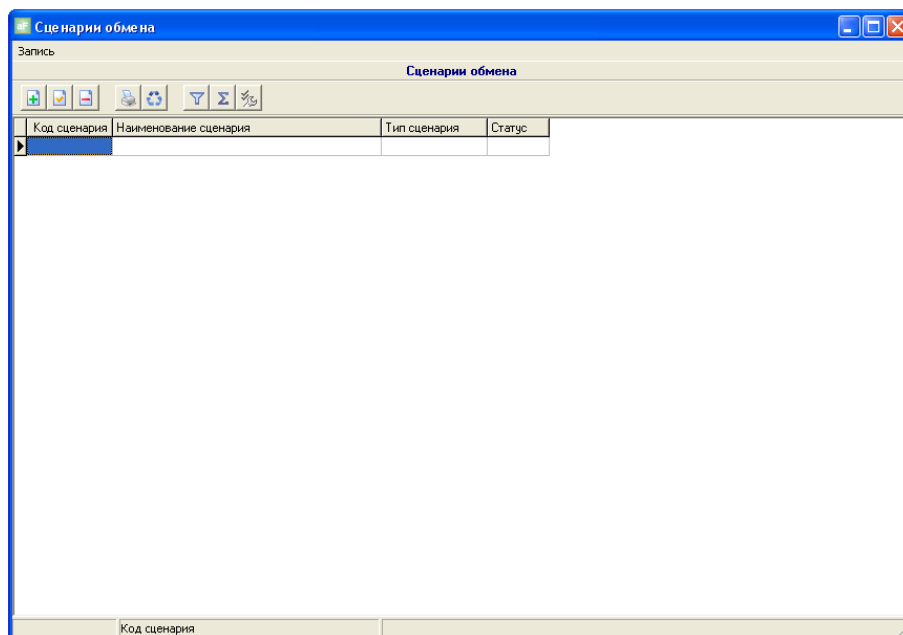

рис. 9-2. Форма списка сценариев
- 2) В появившемся окне (см. рис. 9-2) нажать на клавишу с изображением символа «+».
- 2) В появившемся окне (см. рис. 9-2) выбрать сценарий и нажать на клавишу с изображением символа «-».